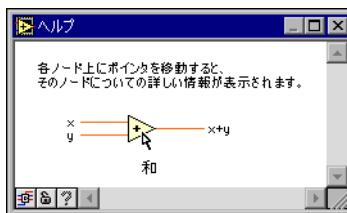

図 2-2 ヘルプウィンドウ
5. 図 2-2 に示すような**ヘルプ**ウィンドウが表示されていない場合は、ブロックダイアグラムのメニューバーから**ヘルプ**→**ヘルプを表示**を選択して**ヘルプ**ウィンドウを表示します。